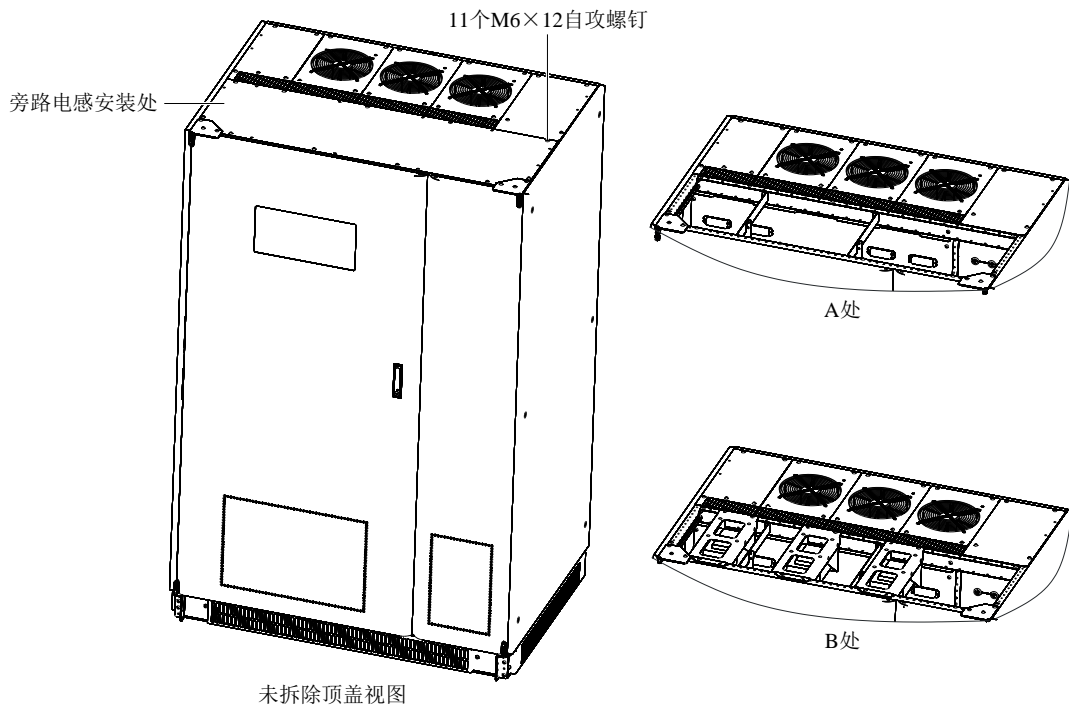

图8-5 安装旁路电感示意图
- 2) 拆除机柜顶部固定板螺钉，共 11 个 M6×12 螺钉。拆除完毕后，如图 8-5 的 A 处所示。
- 3) 将旁路电感安装板固定在整机上，如图 8-5 的 B 处所示，每 4 个 M6×16 螺钉固定一个旁路电感。